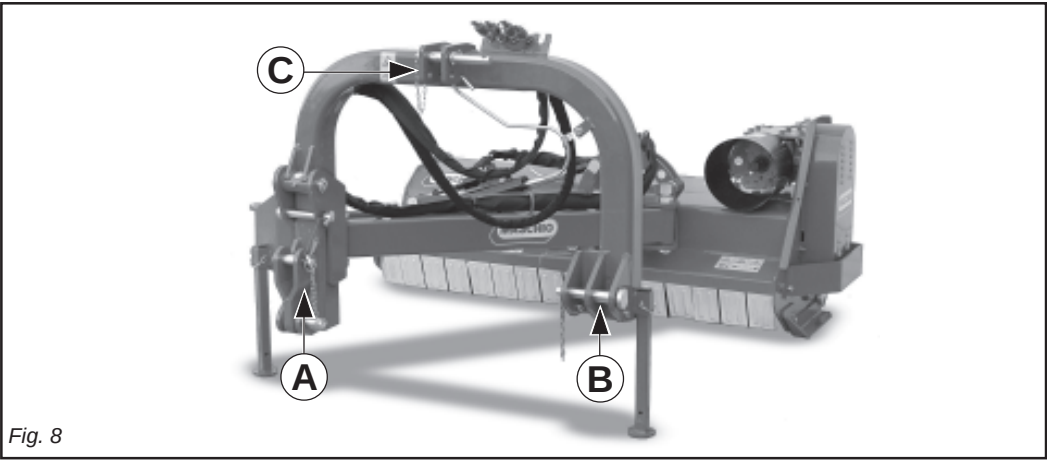

Fig. 8
Le piastre (A-B-C Fig. 8) vanno montate sempre e solo come illustrato in Fig. 8 con i fori posizionati anteriormente al tubo quadro.
1) Accostare le barre del sollevatore ponendole all'interno delle piastre (A-B-C Fig. 8), inserire il perno nel foro predisposto e bloccare con le copiglie a scatto.
The plates (A-B-C Fig. 8) are always mounted only as illustrated in Fig. 8, with the holes positioned in front of the square tube.
1) Near the lift bars, setting them in the most suitable plates (A-B-C Fig. 8). Insert the pin into the relative hole and lock in place with the snap-in split pins.
Les plaques (A-B-C Fig. 8) ne doivent être montées que comme illustré sur la Fig. 8 avec les trous positionnés à l'avant du tube carré.
1) Approchez les barres du relevage en les plaçant à l'intérieur des plaques les plus appropriées (A-B-C Fig. 8), introduisez l'axe dans le trou correspondant et bloquez par les goupilles à encastrement.
Die in Abb. 8 mit A-B-C angeführten Platten haben stets wie in dieser Abbildung 8 aufgezeigt montiert zu werden - d.h. die Lochungen werden vor das Flachrohr gesetzt.
1) Die Lenker des Krafthebers annähern und in die am besten geeigneten Platten schieben (A-B-C Abb. 8). Den Bolzen in das Loch stecken und mit dem einrastenden Splint blockieren.
Las placas (A-B-C Fig. 8) tienen que instalarse siempre y sólo como ilustrado en la Fig. 8, con los agujeros colocados adelante del tubo cuadrado.
1) Acercar las barras del elevador poniéndolas dentro de las placas más indicadas (A-B-C Fig. 8), introducir el perno en el orificio y bloquear con los
- 4) Collegare il terzo punto superiore (C Fig.8) ed effettuare una corretta regolazione con il tirante, verificando che il piano superiore della macchina risulti parallelo al piano terra. Ciò è molto importante allo scopo di ottenere il parallelismo tra asse albero presa di forza della macchina e quello della presa di forza del trattore. Operare in queste condizioni significa limitare le sollecitazioni sulla presa di forza stessa e prolungare la durata dell'albero cardanico e della macchina stessa.
- 4) Connect the upper third-point (C Fig. 8) and correctly regulate by means of the adjuster, checking that the upper surface of the machine is parallel to the ground. *This is very important since it achieves parallelism between the axis of the machine and that of the tractor pto. When the implement operates in these conditions, there will be less stress on the pto itself while the cardan shaft and implement will be much less subject to wear.*
- 4) Reliez le troisième point supérieur (C Fig. 8) et réglez correctement à l'aide du tirant. *Assurez-vous que le plan supérieur de la machine soit pratiquement parallèle au terrain. Ceci est très important en vue d'obtenir le parallélisme entre l'axe de la machine et celui de la prise de force du tracteur. Travailler dans ces conditions signifie limiter les sollicitations sur la prise de force et prolonger la durée de l'arbre à cardans, mais aussi de la machine.*
- 4) Den oberen Kupplungspunkt (C Abb. 8) anschließen und den oberen Lenker korrekt einstellen. *Sicherstellen, daß die obere Haubenkante der Maschine parallel zum Boden steht. Das ist sehr wichtig, um die Parallelität zwischen der Achse der Maschine und der der Schlepper-Zapfwelle zu erhalten. Wenn diese Parallelität gegeben ist, wird die Zapfwelle weniger belastet und das Leben von Gelenkwelle und Gerät wird verlängert.*